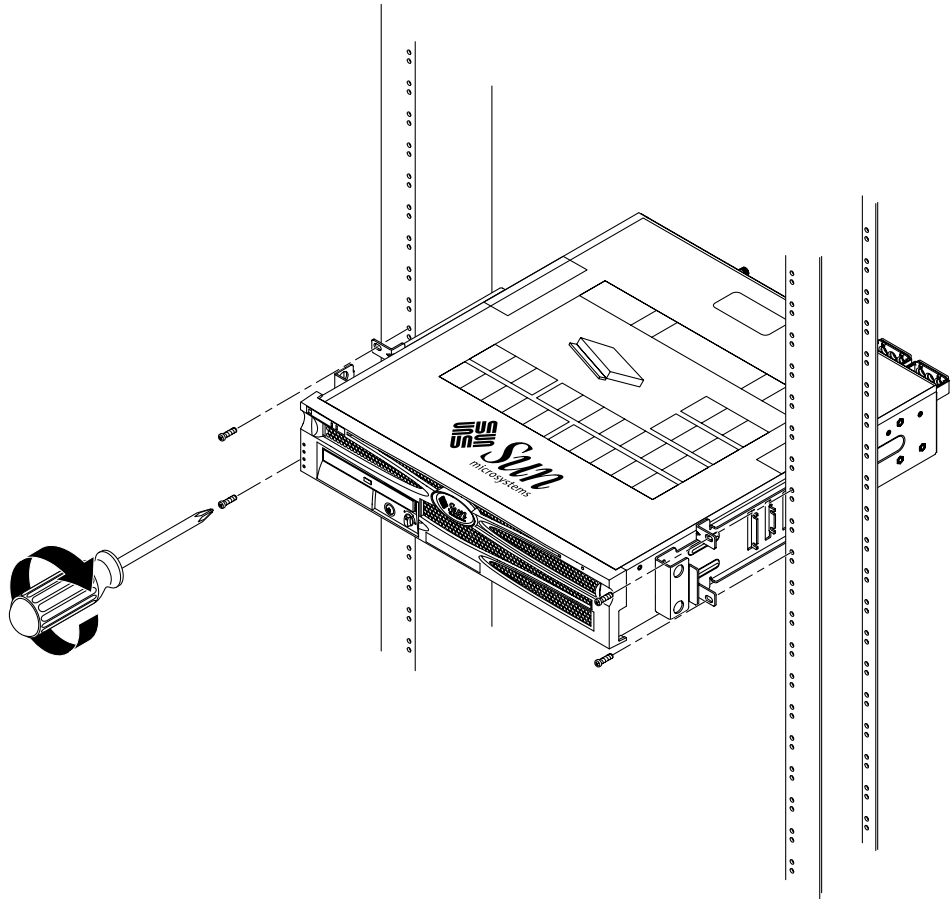

ABBILDUNG 3-32 Montieren und Befestigen des Servers in einem Rack mit zwei Stützen
4. Befestigen Sie mithilfe von zwei Schrauben für jeden Winkel die Vorderseite des Servers an der Vorderseite des Racks (ABBILDUNG 3-32).